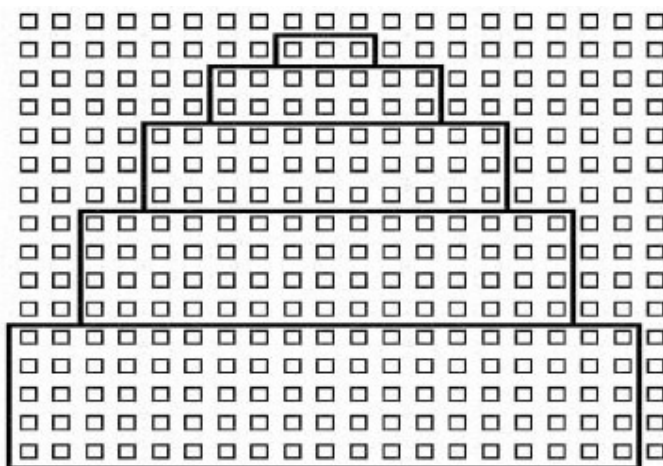

Figura 6.2: Torre de Rectángulos
**Ejemplo 6.4:** Se desea programar al robot para que realice el recorrido de la figura 6.2